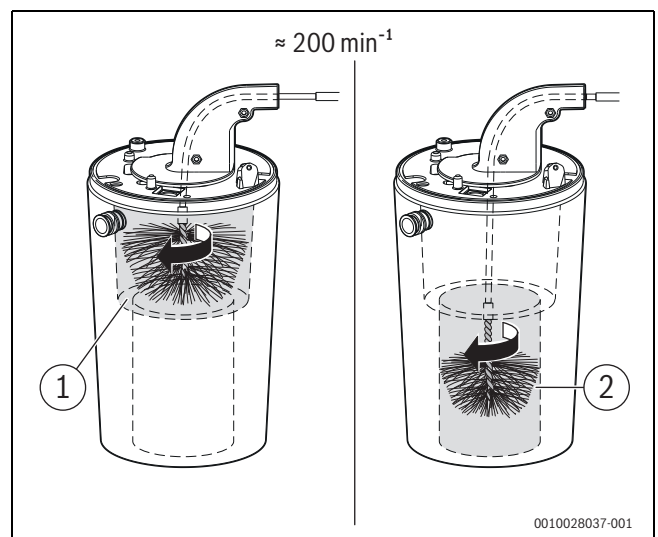

Bild 68 Wärmeblock reinigen (ca. 200 min^{-1} , nur Rechtslauf)
- Mit kleiner Bürste für den unteren Bereich wiederholen (→ Bild 68, [2]).